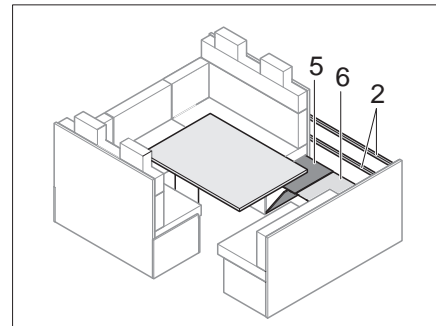

Bild 114 Lehnenverlängerung anbringen
- Lehnenverlängerungen (Bild 114,2) anbringen.